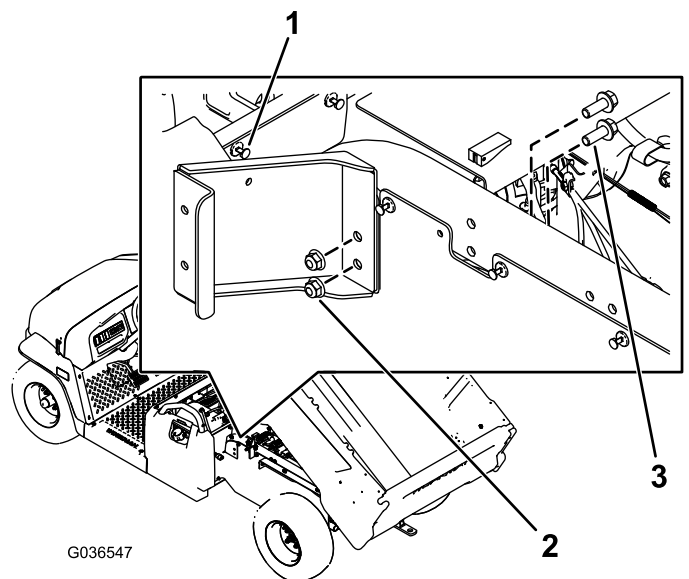

Figura 1
- A. Retire o rebite do painel esquerdo por trás da base do banco traseiro (Figura 1).
- B. Instale o suporte com volta esquerdo utilizando 2 parafusos flangeados hexagonais (3/8 pol. x 1 pol.) e duas porcas (3/8 pol.) como se mostra na Figura 1.